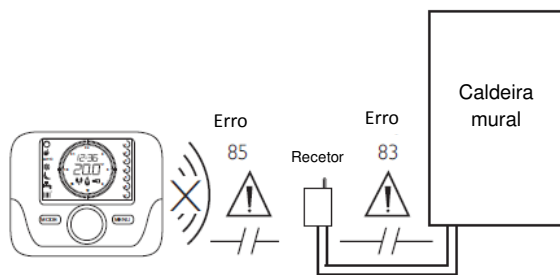

Fig. 13: Códigos de erro de comunicação
9. O erro **E85** indica que o Termóstato ambiente modulante não comunica com o recetor. O Termóstato ambiente modulante pode estar fora de cobertura ou não estar corretamente sincronizado. Verificar a distância entre ambos componentes (Fig. 13) ou realizar o processo de Sincronização Manual. Ver Apartado 6.